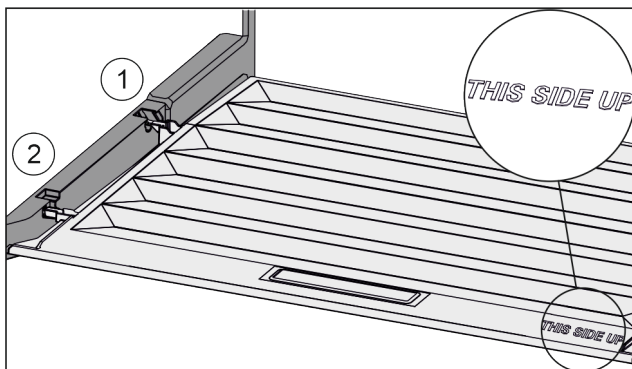

Fig. 45
- Вставити поперечні ребра через отвір заднього тримача Fig. 45 (1) і зафіксувати спереду у тримачі Fig. 45 (2).